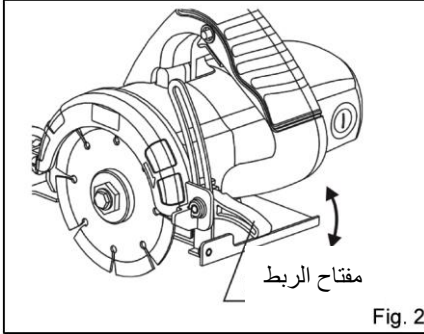

Fig. 2
- فك ترباس الجناح على دليل العمق ونقل قاعدة أعلى أو أسفل. في عمق المطلوب من القطع، وتأمين القاعدة عن طريق تشديد ترباس الجناح. (Fig. 2).